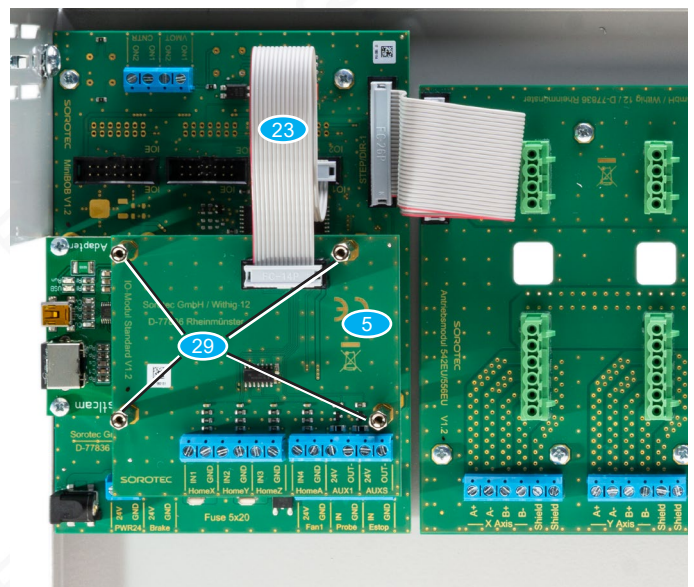

Bild 14: Montiertes C3 IO-Module Basic
- Montieren Sie das C3 IO-Module Basic **5** mit vier weiteren Distanzhülsen M3 x 20 **29** auf das Adaptermodul, wie in Bild 14 gezeigt.